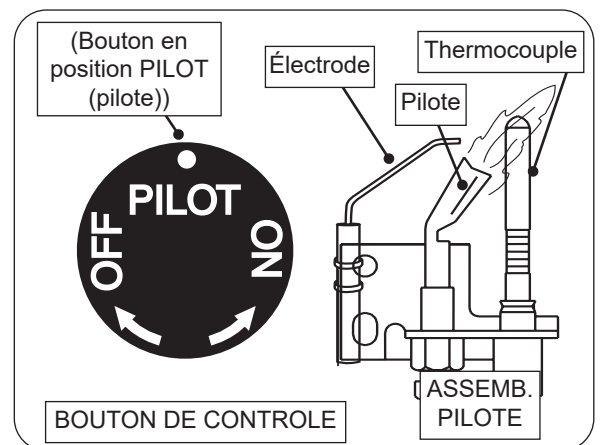

Fig. 65-1 Éclairage pilote
- Localisez l'assemblage de la veilleuse sur le côté ou à l'arrière du bac du brûleur (voir Fig. 65-1).
- Tournez le bouton de commande dans le sens antihoraire  sur **PILOT** (pilote). Appuyez **fermement et complètement** sur le bouton de commande et maintenez-le enfoncé. Appuyez plusieurs fois sur le bouton de l'allumeur piézo jusqu'à ce que la veilleuse s'allume. Continuez à maintenir le bouton enfoncé pendant environ une (1) minute après l'allumage de la veilleuse. Relâchez le bouton et il ressortira. La veilleuse restera allumée. Voir la Fig. 65-1. S'il s'éteint, répétez les étapes 2 à 4.